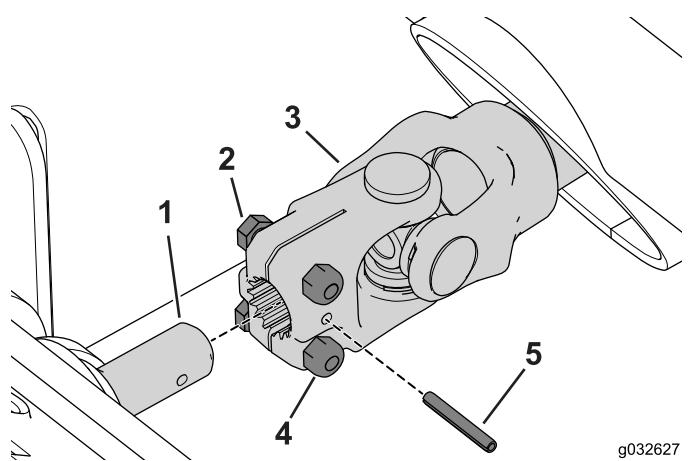

図 79
2. 冬用フレームのPTOシャフトにPTOヨークを通し、ロールピンの穴を整列させる図 79。
3. ロールピンを取り付ける 図 79。